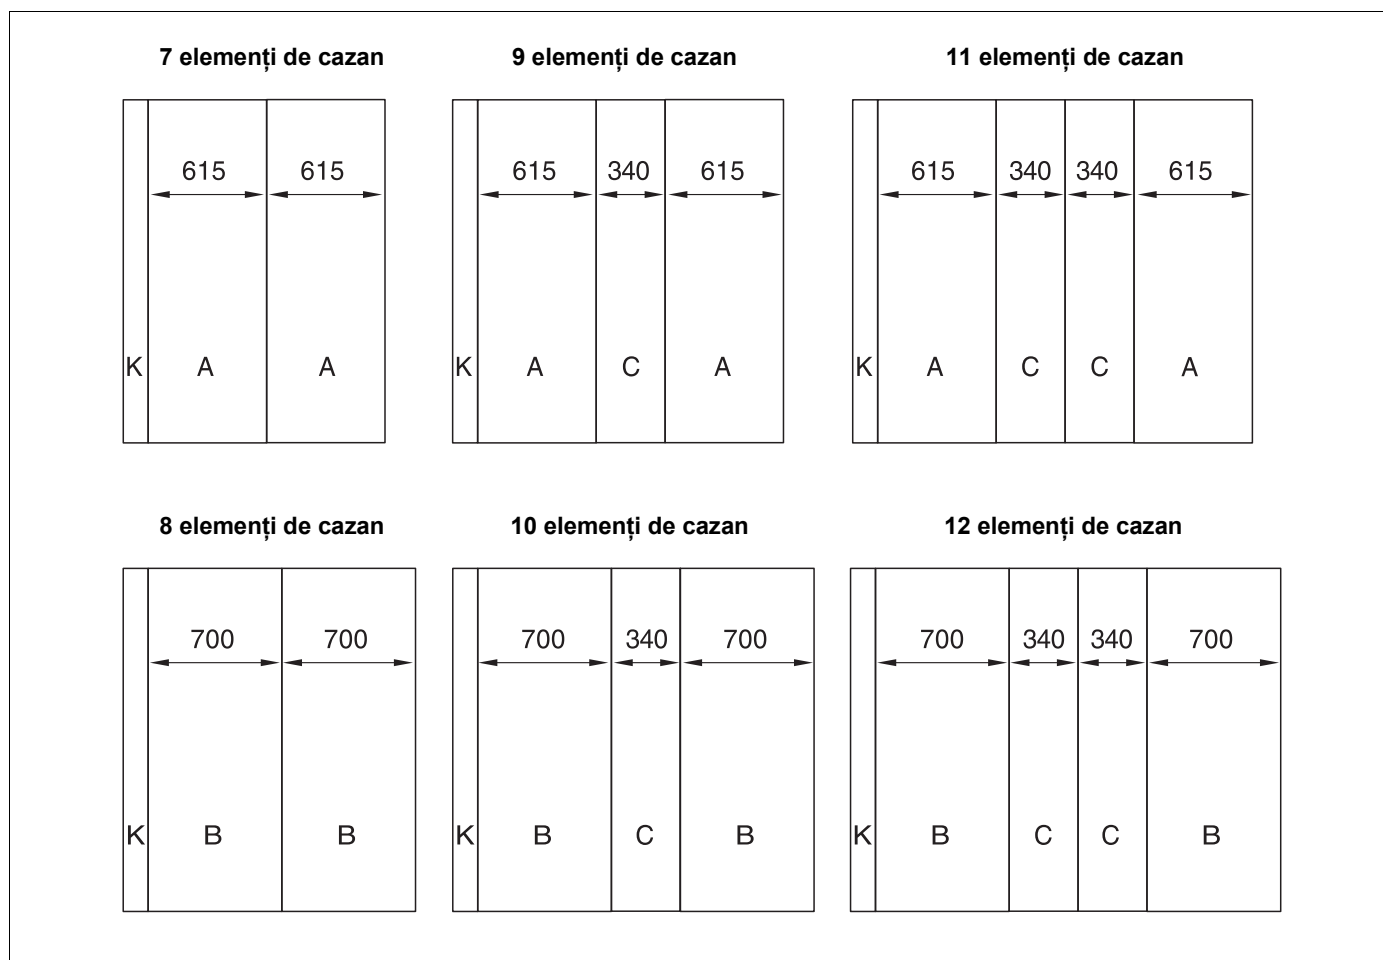

Fig. 48 Schemă de montaj a pereților laterali pentru cazane de mărimi diferite (dimensiuni în mm)
- Montați toți pereții laterali conform schemei de montaj (fig. 48).